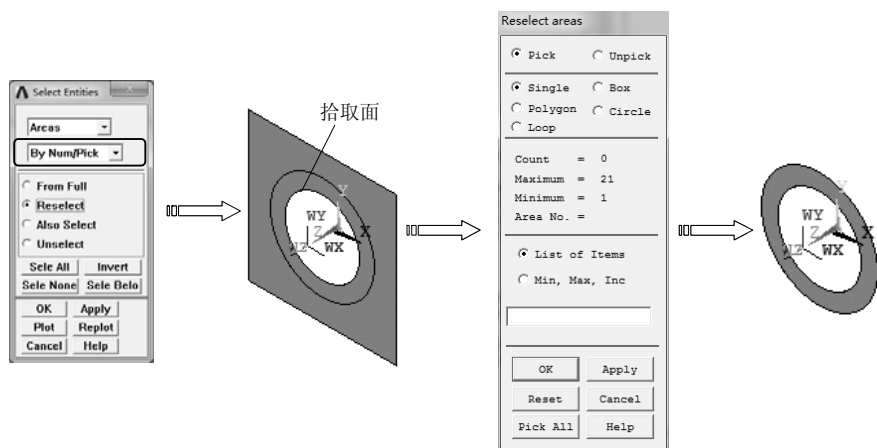

图 6-105 键盘和鼠标选取面
5) 在“Select Entities”对话框中选择拾取对象为“Areas”，拾取方式为“By Num/Pick”，选择“Reselect”选项，单击“Apply”按钮，弹出拾取对话框，在图形区选择所需小圆环面，单击“OK”按钮完成选取，单击“Plot”按钮显示所选取的面，如图 6-105 所示。